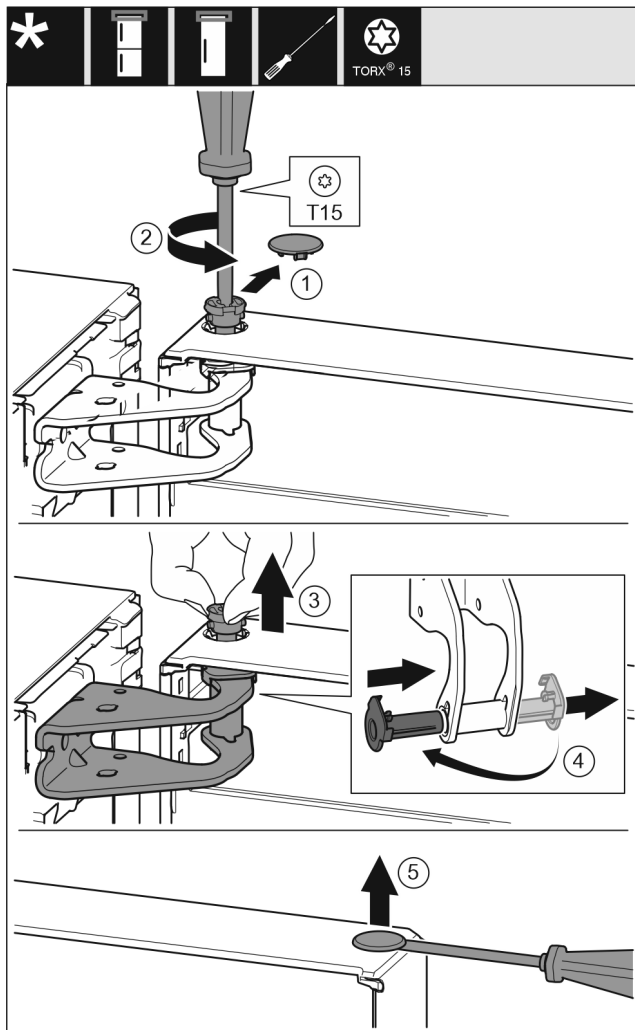

Fig. 11
- ▶ Desenroscar un poco el perno con el destornillador T15. Fig. 11 (2)
- ▶ Sujetar la puerta y extraer el perno con los dedos. Fig. 11 (3)
- ▶ Extraer el casquillo de apoyo de la guía. Introducirlo y encajarlo desde el otro lado. Fig. 11 (4)
- ▶ Levantar cuidadosamente el tapón del casquillo de apoyo de la puerta con un destornillador para tornillos de cabeza ranurada y extraerlo. Fig. 11 (5)